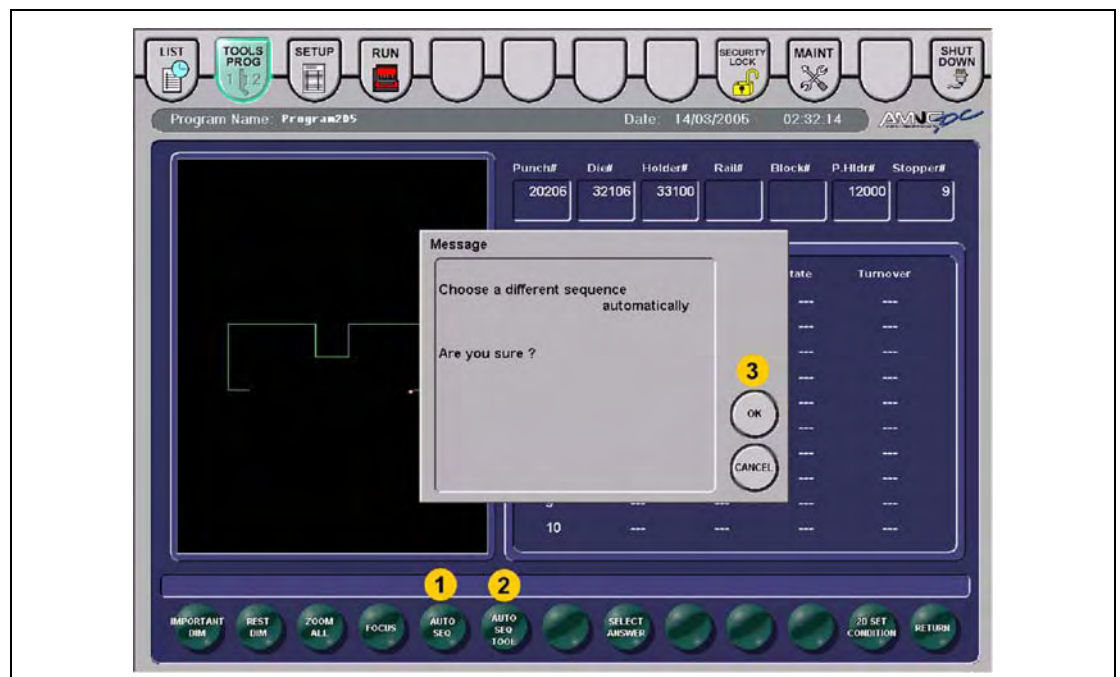

Abb. 7-76 „AUTO SEQ“-Display (SHAPE-Modus)
- Bedienfeld „AUTO SEQ“ (1) Abb. 7-76, Seite 7-85 betätigen. Es erscheint eine Sicherheitsabfrage, ob eine andere Abkantreihenfolge automatisch ermittelt werden soll. Betätigen des Bedienfeldes „OK“ (3) Abb. 7-76, Seite 7-85 löscht die bisherigen Abkantreihenfolgen und Werkzeuganordnungen und beginnt mit der Berechnung neuer Vorschläge für die Abkantreihenfolge und Werkzeuganordnung.
- Bedienfeld „AUTO SEQ TOOL“ (2) Abb. 7-76, Seite 7-85 betätigen. Es erscheint eine Sicherheitsabfrage, ob eine andere Abkantreihenfolge automatisch ermittelt werden soll. Betätigen des Bedienfeldes „OK“ (3) Abb. 7-76, Seite 7-85 löscht die bisherigen Abkantreihenfolgen, Werkzeuge und Werkzeuganordnungen und beginnt mit der Berechnung neuer Vorschläge für die Abkantreihenfolge, Werkzeuge und Werkzeuganordnung.